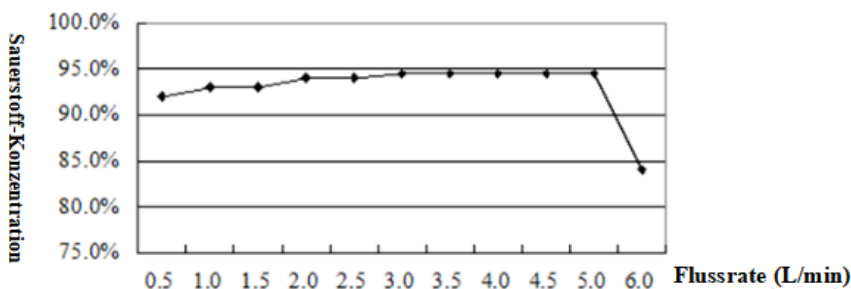

Abbildung 2
- 10) Wenn der Ausgangsnenndruck 0 ist, wird das Funktionsdiagramm für Sauerstoffkonzentration und Durchfluss als Abbildung 2 dargestellt: